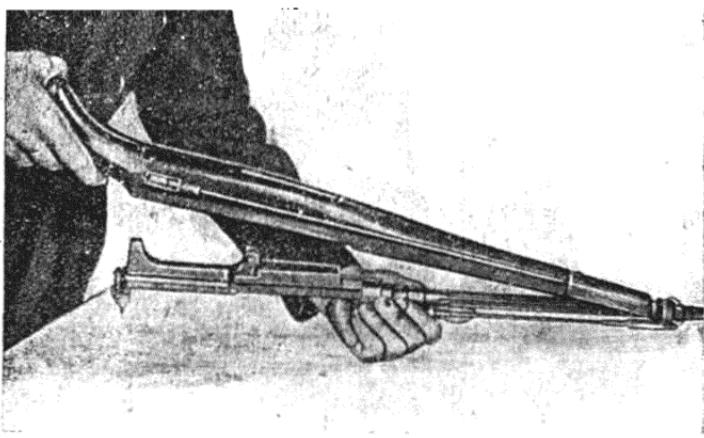

Рис. 51. Отделение ствола от ложи.
5. Отделить ложу от ствола с коробкой: придерживая ствол левой рукой, перевернуть карабин ложей вверх; легким ударом правой руки по прикладу снизу отделить ствол и вытягиванием назад из раструба трубки ствола отделить ложу (рис. 51).